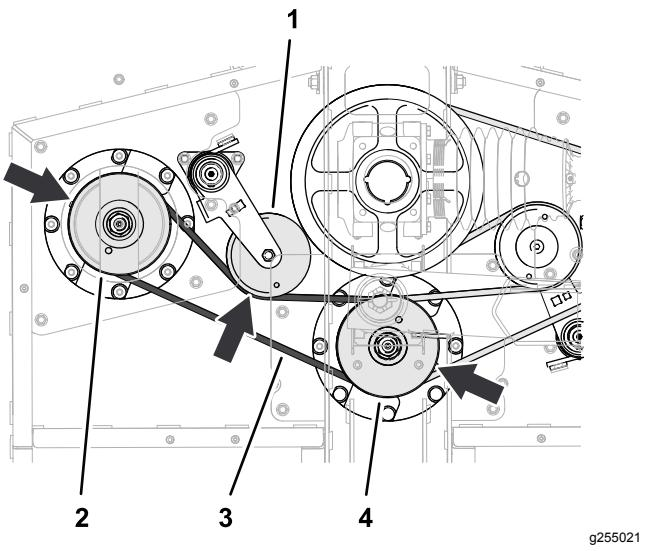

Figura 67
- Dirija la correa corta alrededor de la polea de eje izquierdo y la ranura inferior de la polea de eje central (Figura 67).
- Utilice una llave de extensión o una herramienta similar para girar el tensor de la correa en sentido antihorario y deslice la correa sobre de la polea del tensor (Figura 67).